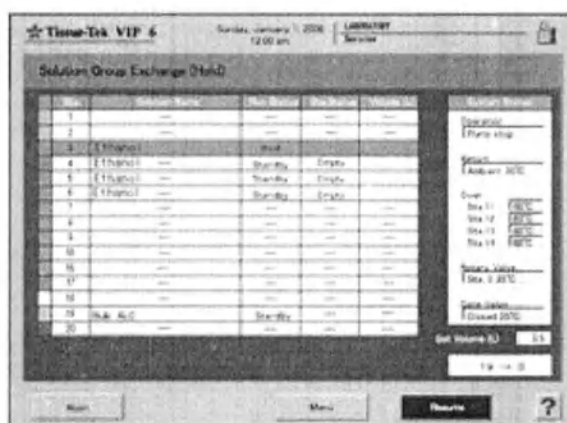

Рис. 100 Приостановка замены групп растворов
- **«Volume (L)»** (Объем, л) — объем раствора, основанный на показаниях датчиков уровня в реторте, которые сработали до того, как раствор был слит в выбранную станцию.
- Появится экран «Solution Group Exchange (Hold)» (Замена группы растворов приостановлена) (Рис. 100).